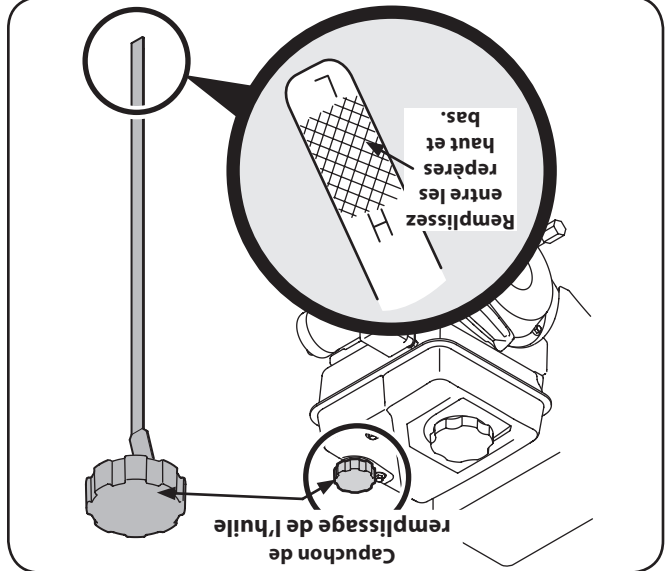

Figure 3-3
- Maintenir le niveau d'huile entre les repères haut (H) et bas (L) de la jauge à huile ou à la limite de débordement dans le cas d'un moteur sans jauge à huile. Voir la Figure 3-3.
- 1. Enlevez le capuchon de remplissage de l'huile et essuyez la jauge à huile. Voir la Fig. 3-3.
- 3. Enlevez le capuchon de remplissage de l'huile. Si le niveau d'huile est bas, ajoutez lentement de l'huile jusqu'à ce que le niveau d'huile soit entre les repères haut (H) et le bas (L). Voir la Fig. 3-3.